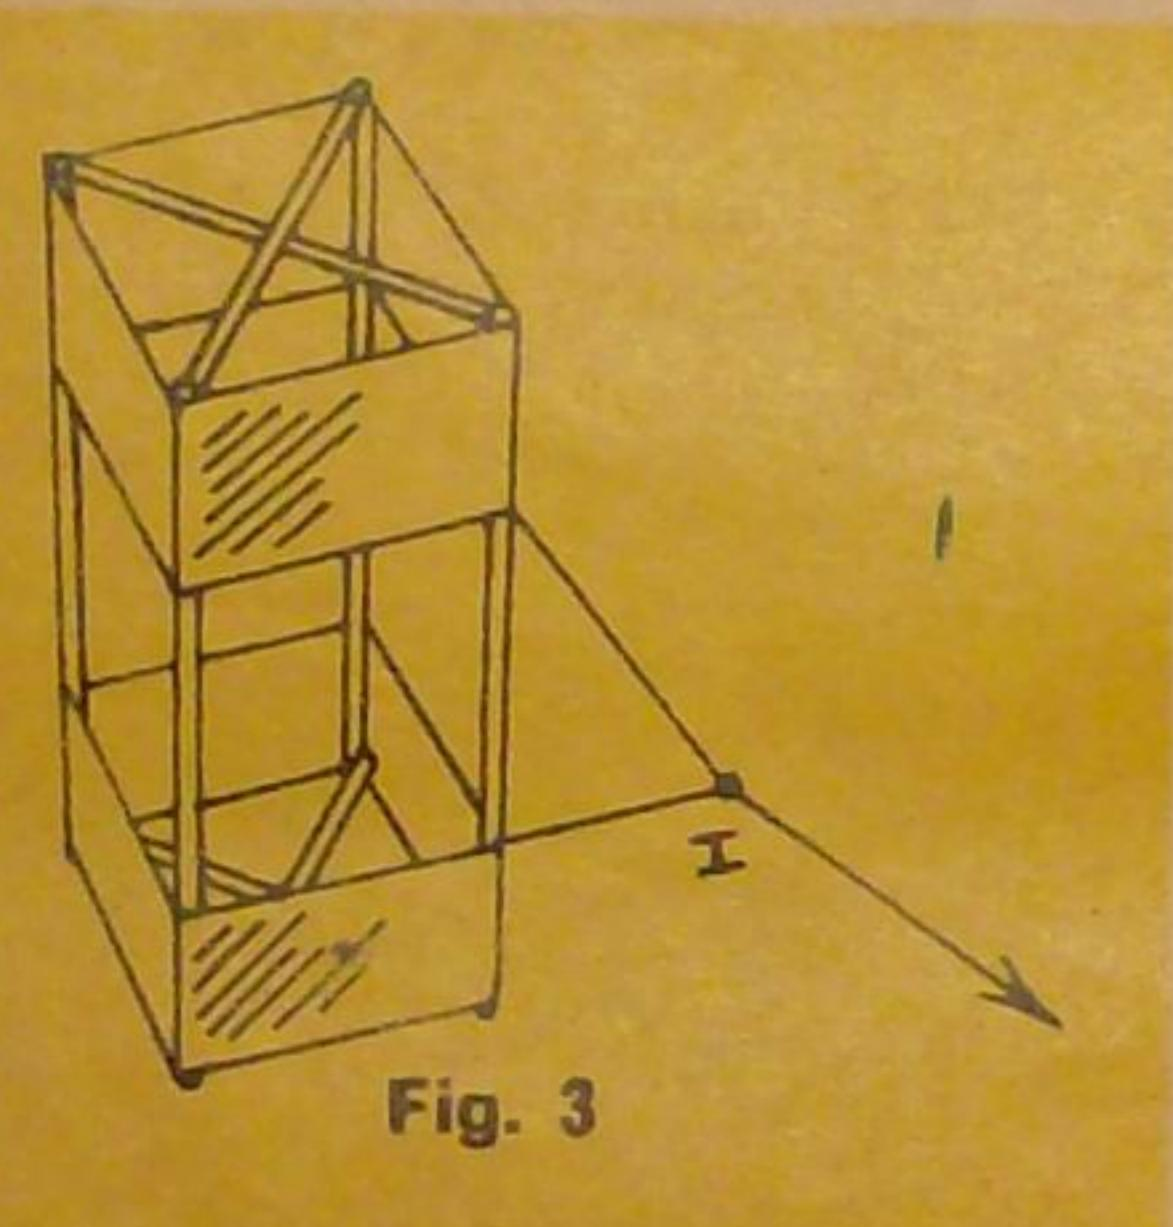

Fig. 3
**Zmeul sub formă de dulap** (fig. 3) se confectionează din 4 stinghii subțiri, lungi de 80 cm și 4 lungi de 40 cm. Cele de 40 cm vor fi legate sub formă de cruce. Cu ajutorul acestor stinghi încrucișate se asamblă stativul sub formă unui dulap. La ambele capete lipim de jur-împrejur dulapul cu o fișie de hîrtie de ambalat (carton) de 20 cm lățime. (Se vor întări și marginile hîrtiei — în caz contrar se vor rupe). Acest zmeu nu are nevoie de coadă. Sfoara cu ajutorul căreia se înalță zmeul se montează ca în figură.